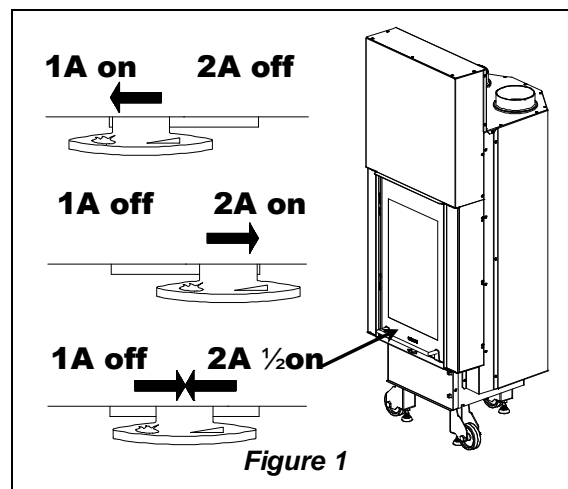
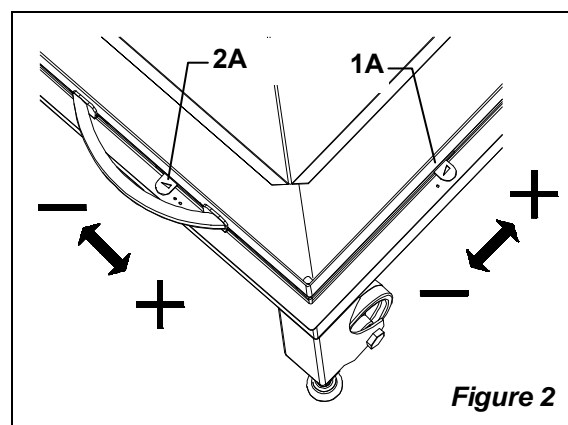
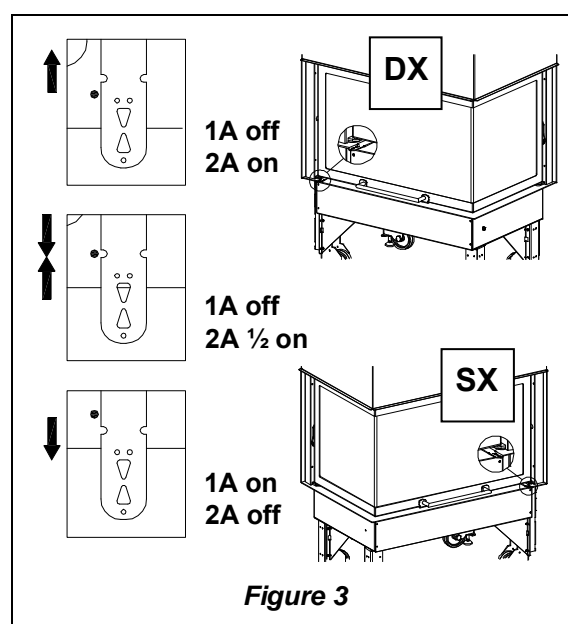

Figure 1
Figure 2
Figure 3
A différence du **modèle 400** et **800**, qui possède un seul régulateur de l'air primaire et secondaire (voir Figure 1 – Figure 3), le **modèle 500 angle** présente des régulateurs séparés (voir Figure 2 **1A** manette de droite air primaire; **2A** manette de gauche air secondaire).
- sur le **modèle 400**, il faut déplacer le régulateur totalement sur la **gauche** (Figure 1);
- sur le **modèle 500**, déplacer le régulateur, situé sur le côté droit, complètement à **droite** Figure 2 **1A**).
- sur le **modèle 800**, il faut extraire (tirer) complètement le levier Figure 3.
- sur le **modèle 400**, il faut déplacer le régulateur totalement à **droite** (Figure 1) et fermer complètement l'air primaire.
- sur le **modèle 500**, il faut déplacer complètement à **droite** le régulateur situé sur le côté gauche (Figure 2 **2A**),
- sur le **modèle 800**, lorsque le levier est entièrement inséré le passage de l'air et totalement ouvert Figure 3.